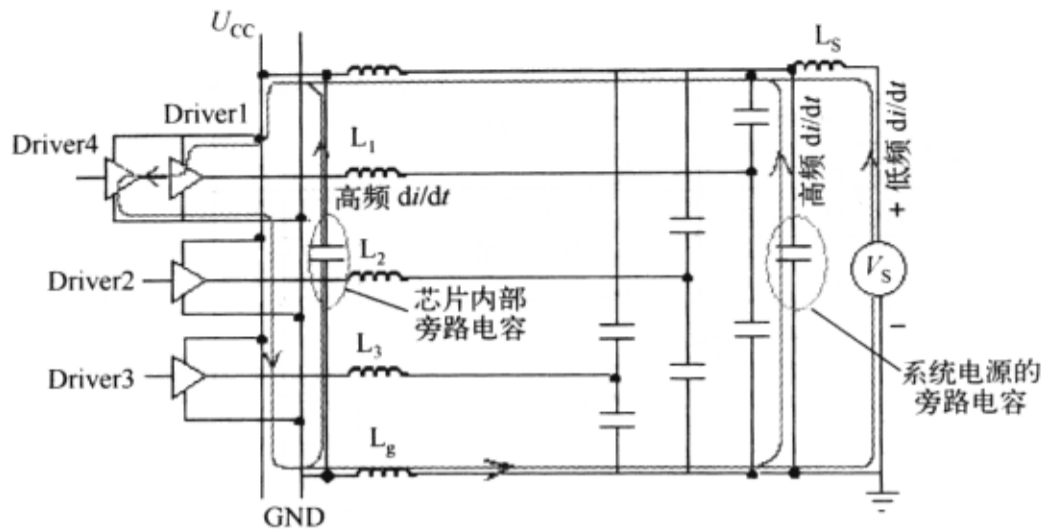

图 1-12-11 旁路电容对 on-chip SSN 的作用
(1) 降低芯片内部驱动器的开关速率和同时开关的数目, 以减小  $di/dt$ , 不过这种方式不现实, 因为电路设计的方向就是更快、更密。
(2) 降低系统供给电源的电感, 高速电路设计中要求使用单独的电源层, 并让电源层和地平面尽量接近。
(3) 降低芯片封装中的电源和地引脚的电感, 如增加电源/地的引脚数目, 减短引线长度, 尽可能采用大面积覆铜。
(4) 增加电源和地的互相耦合电感也可以减小回路总的电感, 因此要让电源和地的引脚成对分布, 并尽量靠近。
(5) 给系统电源增加旁路电容, 这些电容可以给高频的瞬变交流信号提供低电感的旁路, 而变化较慢的信号仍然走系统电源回路 (见图 1-12-11)。虽然 off-chip 驱动的负载电容也可以看做旁路电容, 但由于其电容很小, 所以对交流旁路作用不大。
(6) 考虑在芯片封装内部使用旁路电容, 这样高频电流的回路电感会非常小, 能在很大程度上减小芯片内部的同步开关噪声。
(7) 更高要求的情况下可以将芯片不经过封装而直接装配到系统主板上, 这称为 DCA 技术 (Direct Chip Attach)。但这相关到一些稳定性和安全性的问题, 在目前的技术水平下, 还存在着很多问题。